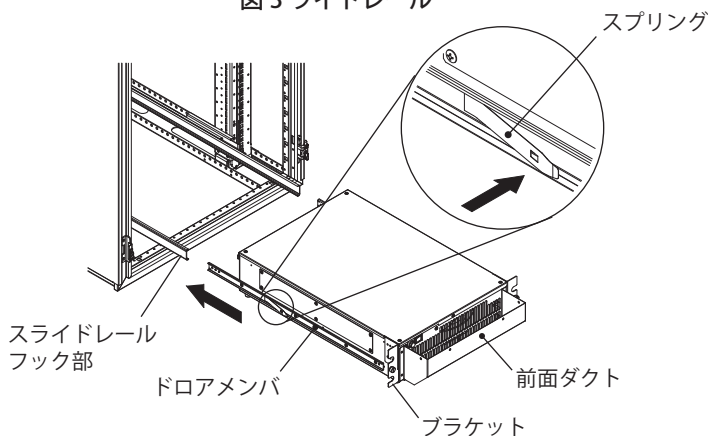

図 5 本体取付
2. 前後のケージナット式マウントアングルの間隔に併せ、スライドレールの長さを調整しながら(調整範囲：700～850mm)スライドレールのフック部を前後左右同じ高さになるように引っ掛けてください。その後、スライドレールの長さ調整用ねじを締め、取付ねじ M5×12 にて前後を仮固定してください。(図 5)